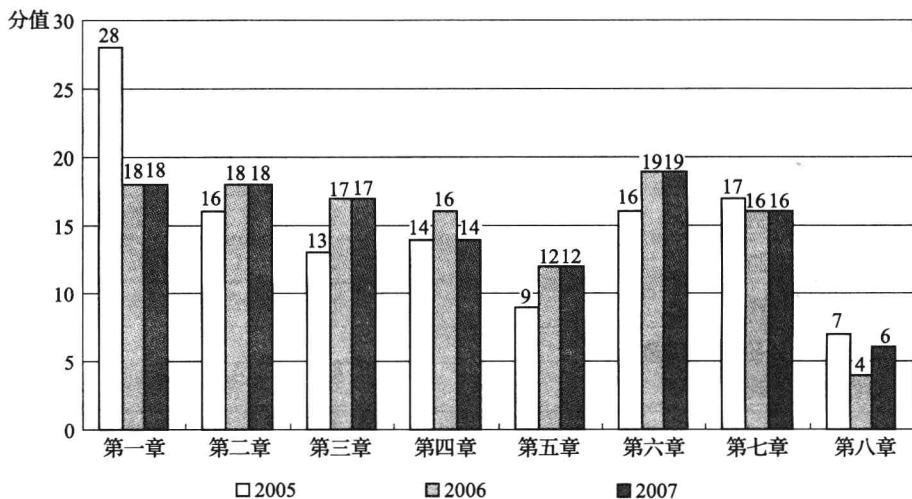

图1 2005~2007年考试章节分布图
1. 在经历了 2004 年和 2005 年各章节比重差异较大的情况之后, 2006 年各章节的考核中的题量渐趋平衡, 2007 年延续了这一趋势, 除第五章和第八章之外, 其他各章节分值和比重差异不大。关于命题分布的直观比较如图 1 所示。